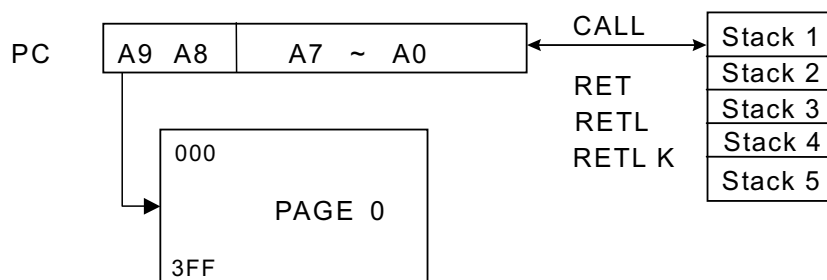

图3 程序计数器结构图
- 根据控制器的类型, R2 和硬件堆栈为 10 位宽。参见图 3 所示的程序计数器结构图。